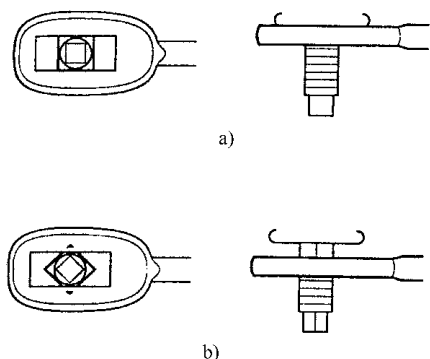

图 5-66 换挡拉线端部的正确安装
8) 如图 5-66 所示, 确认换挡拉线端部正确安装柱上。